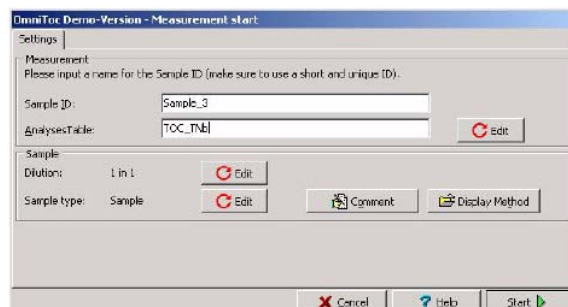

图38 Measurement Start (测量开始) 窗口
4. 在**Measurement Start** (测量开始) 窗口 (图38), 输入样品ID, 如果必要在**Measurement** (测量) 部分输入**Analyses Table** (分析表) 的名称。